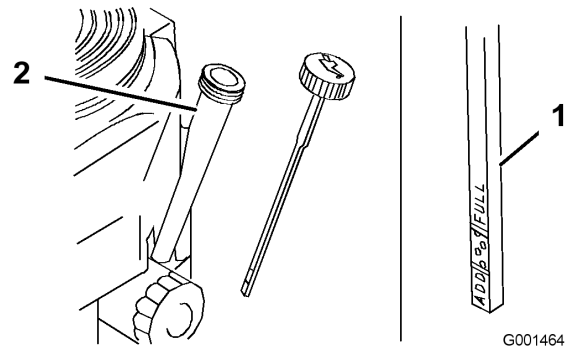

Figura 20
4. Limpie alrededor de la varilla de aceite (Figura 20) para impedir que caiga suciedad por el orificio de llenado y cause daños en el motor.
5. Desenrosque la varilla de aceite y limpie el extremo (Figura 20).
6. Deslice la varilla a fondo en el tubo de llenado, pero no la enrosque en el tubo (Figura 20).
- Vierta lentamente un 80% aproximadamente de la cantidad especificada de aceite por el tubo de llenado (Figura 20).